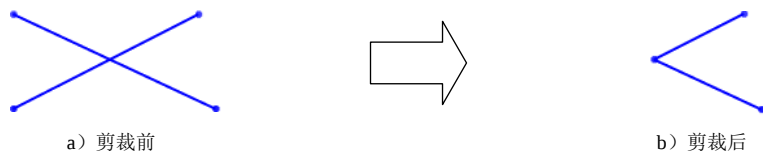

图 2.7.13 “边角剪裁”方式
- 使用  (边角剪裁) 方式可以剪裁两个所选草图实体, 直到它们以虚拟边角交叉, 如图 2.7.13 所示。